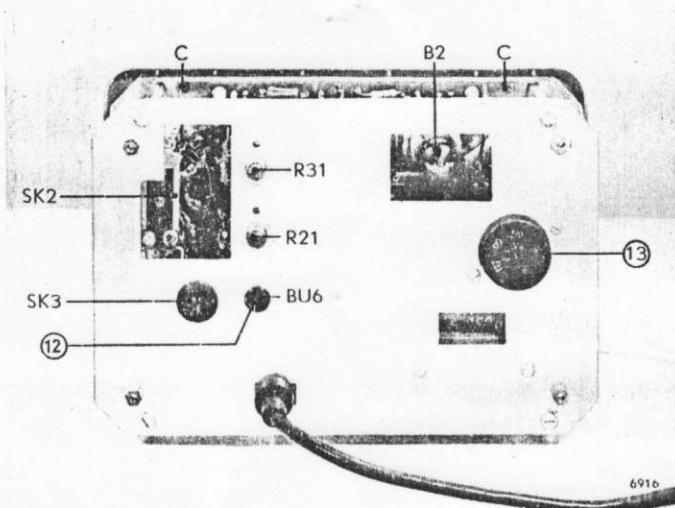

Fig. 9. Het afnemen van het frontpaneel
- * Draai de 8 schroefjes "C" (fig. 9) los.
Met de potentiometer R31 (bovenste schroefinstelling op achterzijde, zie fig. 9), de meterwijzer op nul instellen.
Sluit op BU1 een nauwkeurige gelijkspanning van 10 V aan en stel met R21 (onderste schroefinstelling op achterzijde, zie fig. 9) de meterwijzer op 10 V in.
meetgebieden. De afwijking mag maximaal + of $-7,5\%$ bedragen. Wanneer de afwijking groter is, moeten de weerstanden R17 t.m. R25 op hun waarde worden gecontroleerd (zie fig. 9, 12 en 13).